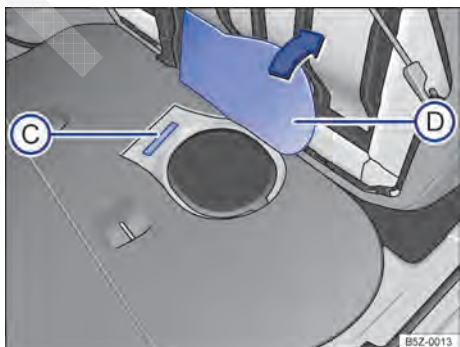

Fig. 18 Debaixo do banco traseiro sob o revestimento do assoalho (D): número de identificação do veículo (C).
O número de identificação do veículo está localizado debaixo do banco traseiro sob o revestimento do assoalho ⇒ Fig. 18 (C). Para encontrar o número
ro de identificação do veículo, rebater o banco traseiro e levantar o revestimento do assoalho ⇒ Fig. 18 (D).